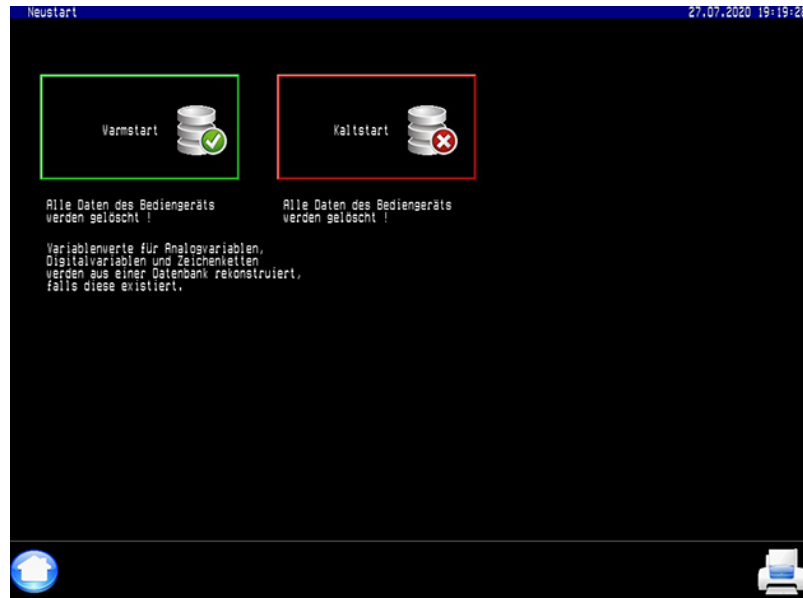

Abb. 4.18: Bedienbildschirm „Neustart“
Die Parametrierung ist auf Steckplatz 1 (Abb. 4.18, (2)) sichtbar und einstellbar.
*Das Symbol des Bediengerätes wird im Bereich (3), siehe Abb. 4.18, dargestellt und das dazugehörige Eigenschaftsfenster (2) erscheint.*